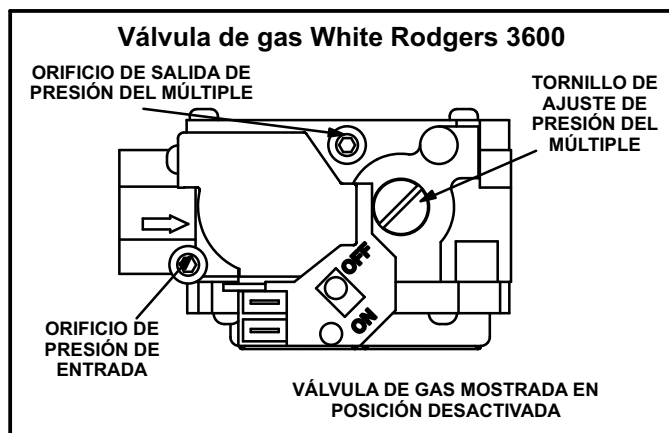

FIGURA 29
- 5 - Una derivación tapada de 3 mm (1/8 pulg.) N.P.T. o poste de presión está situado en la válvula de gas para facilitar la conexión del indicador de prueba. Ver la figura 29.
- 6 - Mueva la palanca en la válvula de gas a la posición OFF (desactivada). Ver la figura 29.
- 8 - Mueva la palanca de la válvula de gas a la posición ON (activada). Ver la figura 29.
- 4 - Mueva la palanca en la válvula de gas a la posición OFF (desactivada). Ver la figura 29.
La válvula de gas White Rodgers 36G24 (figura 29) está equipada con postes de presión para medir las presiones de suministro y del múltiple. Los postes incluyen conexiones de manguera incorporadas de 7.9 mm (5/16") y tienen un tornillo de cabeza Allen de 2.4 mm (3/32") integral. Gire el tornillo en sentido contrario a las manecillas una vuelta completa para poder medir la presión. Reajuste el tornillo (girelo una vuelta completa en sentido horario) después de haber medido para impedir una fuga de gas.
Después de haber verificado y ajustado la presión de línea, verifique la presión del múltiple según la tabla 8. Ver la figura 29 para la ubicación del tornillo de ajuste de presión del múltiple.